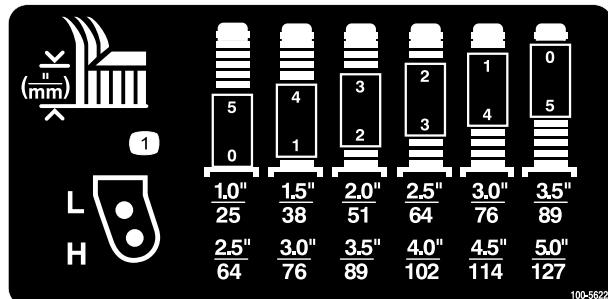

Bild 7
2. Stecken Sie die Laufradachsen in beiden Laufradgabeln in die gleichen Löcher. Ermitteln Sie die richtigen Löcher für die Einstellung mit Bild 6 und Bild 7.
- Ermitteln Sie die Kombination der Distanzstücke für die Einstellung mit Bild 7.